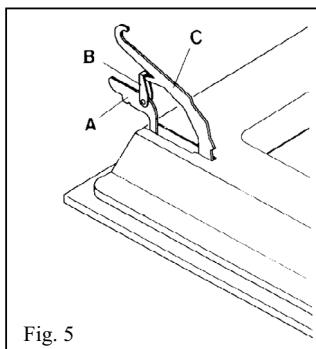

Fig. 5
- cerniere con cavallotti mobili (fig. 5)